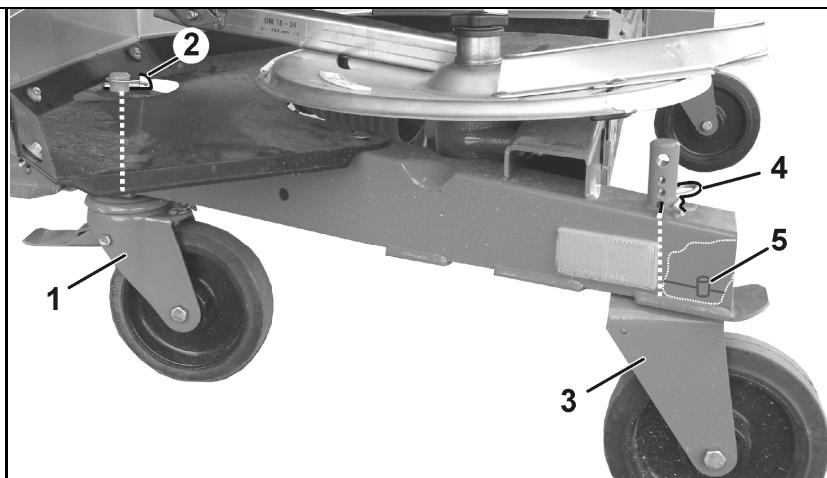

图 40
5. 可转向的前刹车轮（图 40/1）
- o 安装并用制轮楔（图 40/2）固定，或者
6. 固定的后轮（图 40/3）
- o 安装并用弹簧插销（图 40/4）固定在最低孔中，或者
安装固定式脚轮时，确保销栓（图 40/5）穿过框架上的孔，从而使脚轮保持纵向。